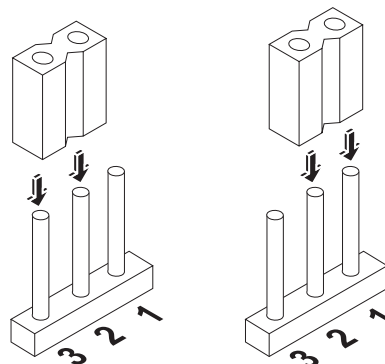

Figure 3-28. Déplacement du cavalier
Si vous changez votre processeur à FSB 400 MHz pour un processeur à FSB 533 MHz, vous devez modifier le réglage d'un commutateur DIP et déplacer un cavalier (voir la Figure 3-28).
3. Avec votre ongle, soulevez et retirez avec précaution le cavalier de son logement (voir la Figure 3-28).
4. Repositionnez le cavalier sur les broches 1 et 2 du logement du cavalier (voir la Figure 3-28).